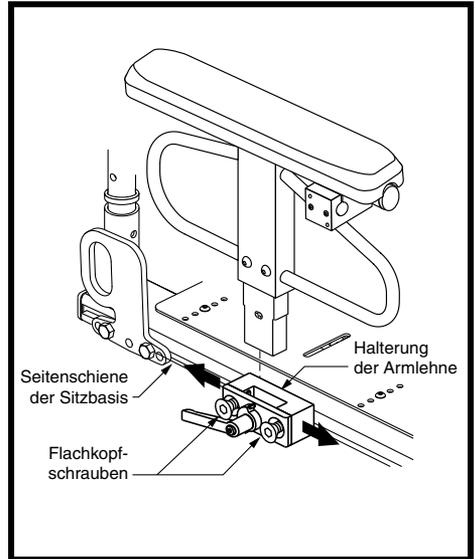

Abbildung 23. Positionsanpassung der Hochleistungs-Drop-in-Armlehne
2. Lösen Sie die Flachkopfschrauben, welche die Halterung an der Seitenschiene der Sitzbasis befestigen. **Siehe Abbildung 23.**
5. Setzen Sie die Armlehne in die Halterung ein und legen Sie den Verriegelungshebel nach vorne um. **Siehe Abbildung 23.**